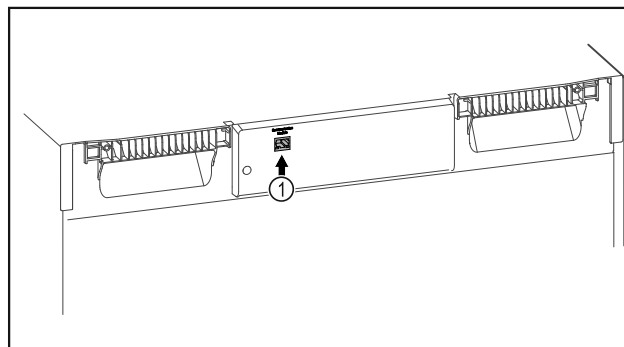

Fig. 82
- Założono SmartModule Fig. 82 (1).